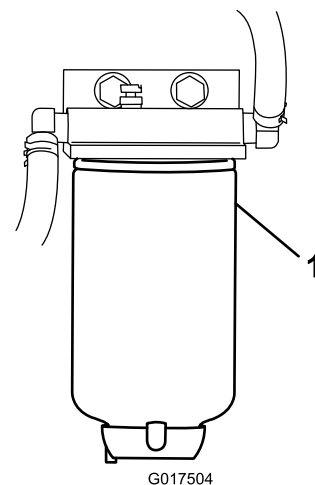

Figura 33
4. Desenrosque el filtro de combustible del soporte (Figura 33).